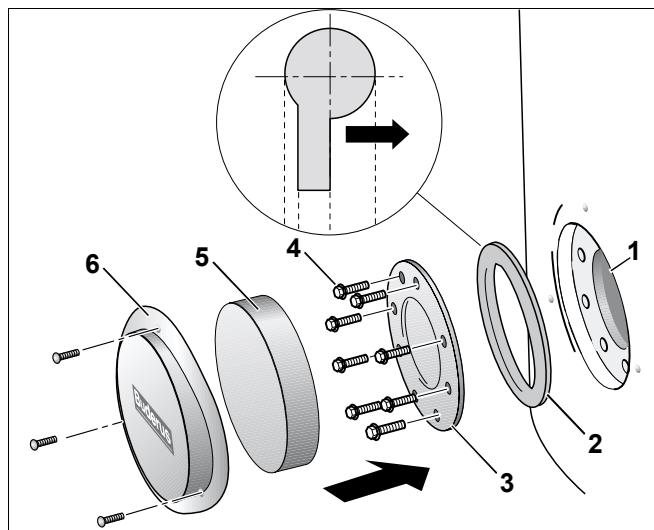

Рис. 13 Монтаж люка для чистки
- Уложить новое уплотнение (рис. 13, поз. 2) на люк для чистки (рис. 13, поз. 1). При этом следует обратить внимание на положение уплотнения: выдавленная надпись "Deckelseite" (к крышке) должна прилегать к крышке люка для чистки.
- Закрутить вручную как можно туже болты (рис. 13, поз. 4) в крышке (рис. 13, поз. 3).
- Уложить теплоизоляционную шайбу (рис. 13, поз. 5) и установить крышку (рис. 13, поз. 6).